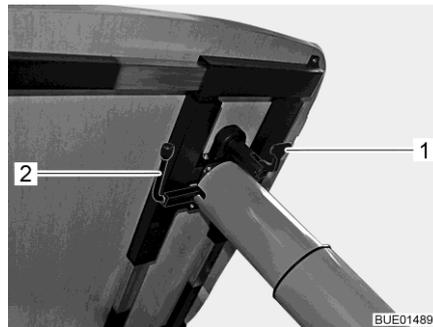

Fig. 103 Ajuste de la mesa elevadora
- Plegar hacia abajo la palanca de bloqueo (Fig. 103,1).
- Girar la palanca (Fig. 103,2) debajo del tablero de la mesa 180° en sentido de las agujas del reloj. El mecanismo de elevación en la pata de mesa se desbloquea.
- Girar la palanca (Fig. 103,2) debajo del tablero de la mesa 180° en sentido de las agujas del reloj. El tablero de la mesa se desplaza automáticamente hacia arriba hasta el tope final.